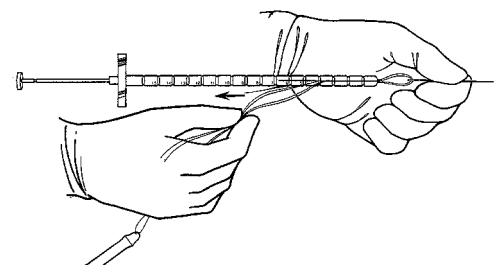

Abbildung 4-13. Laden der Keith-Nadel
4. Das stumpfe Ende der Nadel in das Furlow-Einführinstrument einführen (**Abbildung 4-13**) und die Naht in den Schlitz des Instruments einlegen.